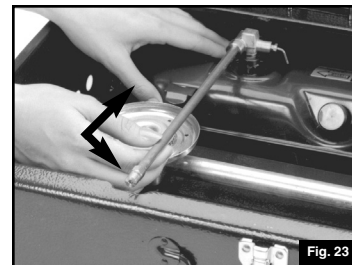

Fig. 23
- Le réservoir se range à l'arrière gauche du réchaud, le volant de la soupape allant sous le rebord arrière du boîtier. (Fig. 23)